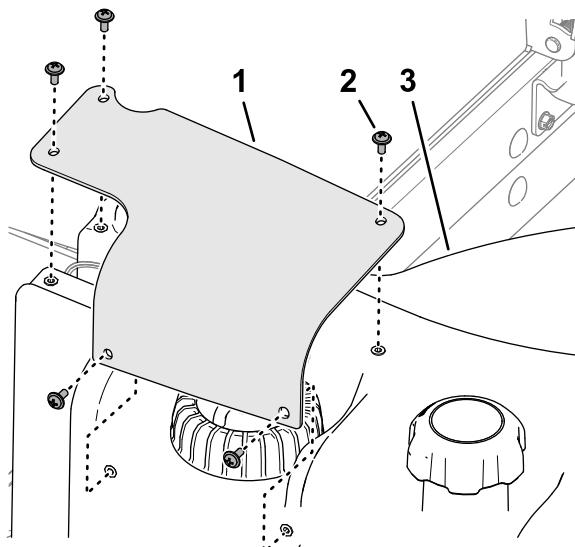

Bild 118
2. Entfernen Sie die fünf Kreuzschlitzschrauben, mit denen der Kraftstoff-Füllstandssensor am Kraftstofftank befestigt ist, und nehmen Sie die Abdeckung ab (Bild 118).